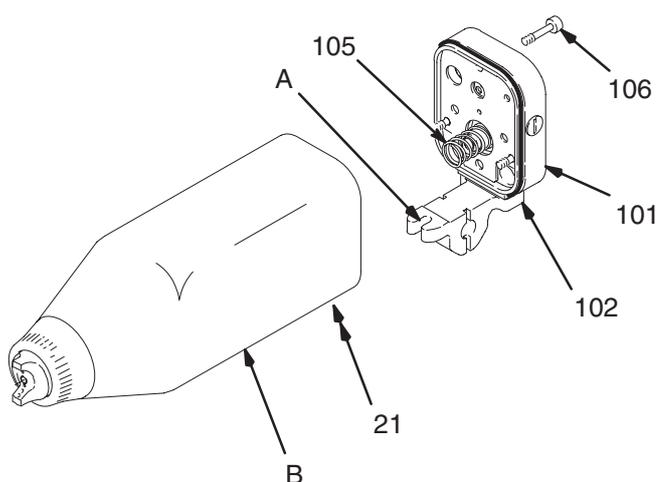

Abb. 16
1. Schraube (21) am Pistolenboden lösen, bis die Pistole (B) locker im Schlitz (A) der Montagehalterung sitzt. Siehe Abb. 16.